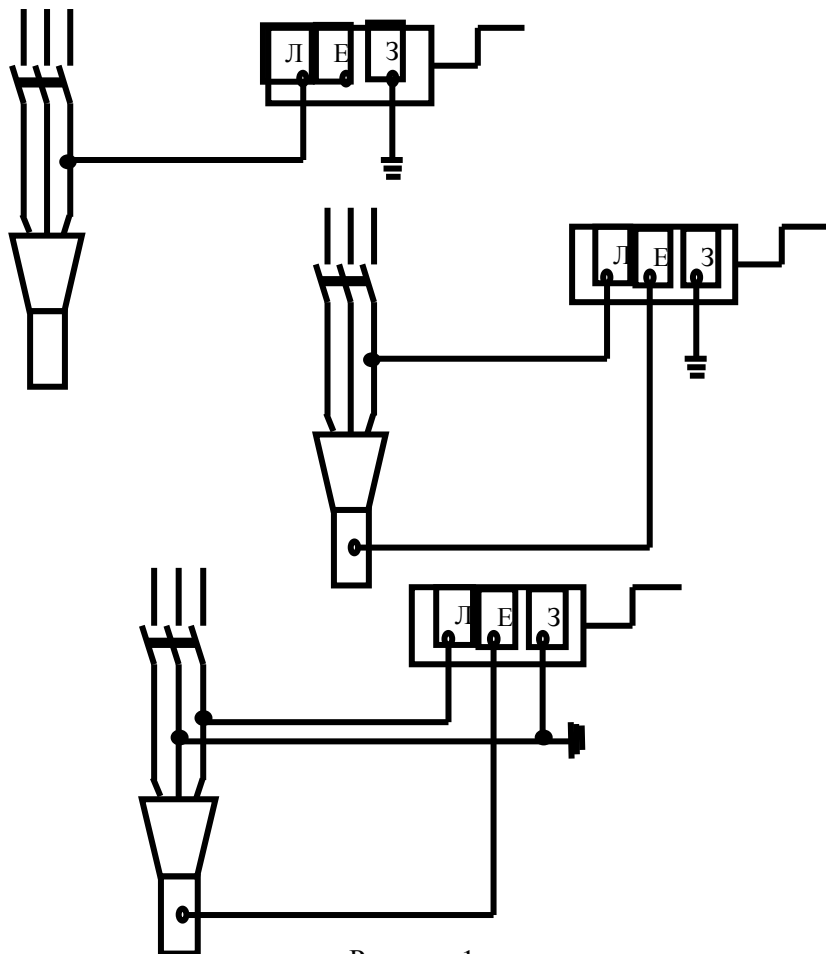

Рисунок 1
1. Вимірювання опору ізоляції КЛ проводиться мегаомметром на 500 В (рис. 1), бажано з обох кінців КЛ. Результати заносяться до Протоколу. Для силових КЛ напругою до 1000 В опір ізоляції має бути не менше 0,5 МОм, а при напрузі понад 1000 В опір не нормується.